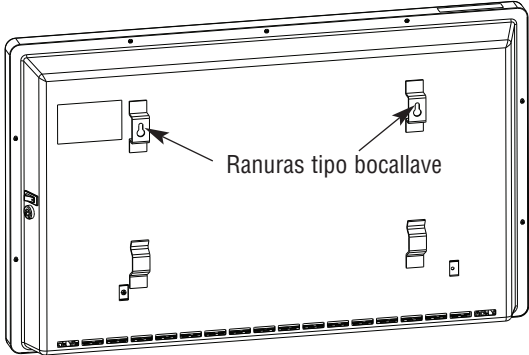

Figura 2
- Para aplicaciones de **montaje en la pared**, omita el Paso 1 anterior. Utilice sujetadores apropiados y perfore 2 agujeros en el lugar deseado, con una distancia de 40.0 cm (15-3/4") entre centros, de modo que el fondo del calefactor quede a alrededor de 50.8 cm (20") del piso. Deje que los sujetadores se extiendan al menos 6.4 mm (1/4") de la pared, y encaje las ranuras tipo bocallave de la parte trasera del calefactor en los sujetadores (vea la Figura 2). Asegúrese de que el calefactor esté firmemente sujeto.